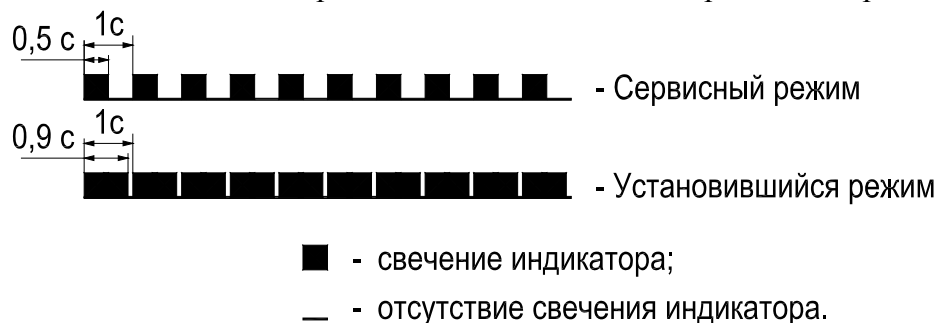

Рисунок 4.1 – Характер свечения индикатора "РАБОТА" в различных режимах работы
4.1.3 Модем имеет элементы индикации режима работы и состояния интерфейсов. Индикатор "РАБОТА", расположенный на лицевой панели модема, отражает режим работы модема. Красный цвет свечения индикатора "РАБОТА" означает, что напряжение питания модема ниже допустимого предела или нажата кнопка "СБРОС", расположенная на задней панели модема МИР МР-04.00 и на лицевой панели модема МИР МР-04.01. Зеленый цвет свечения индикатора "РАБОТА", в зависимости от характера свечения (рисунок 4.1), отражает различные режимы работы модема. Индикаторы "RS232" и "PCT", расположенные на лицевой панели модема, отражают состояние интерфейса RS-232 и интерфейса радиостанции соответственно.